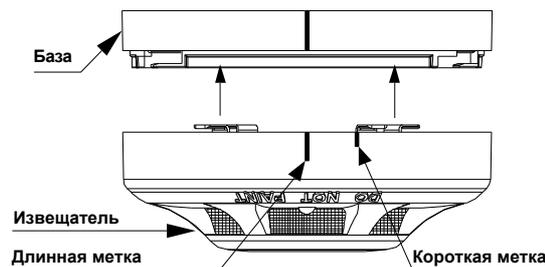

Рис. 3: Установка извещателя в контактную базу
- Совместите метку на корпусе извещателя с короткой меткой на основании, как показано на Рис. 3